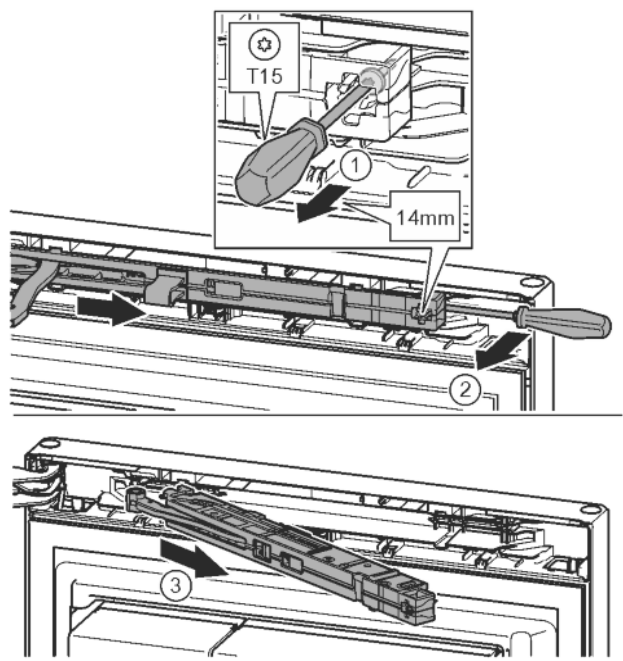

Fig. 10
- Desserrer la vis sur l'amortisseur de fermeture de 14 mm environ avec un tournevis T15. Fig. 10 (1)
- Avec un tournevis, accéder à la partie postérieure de l'amortisseur de fermeture du côté de la poignée et faire pivoter en avant. Fig. 10 (2)
- Sortir l'amortisseur de fermeture. Fig. 10 (3)